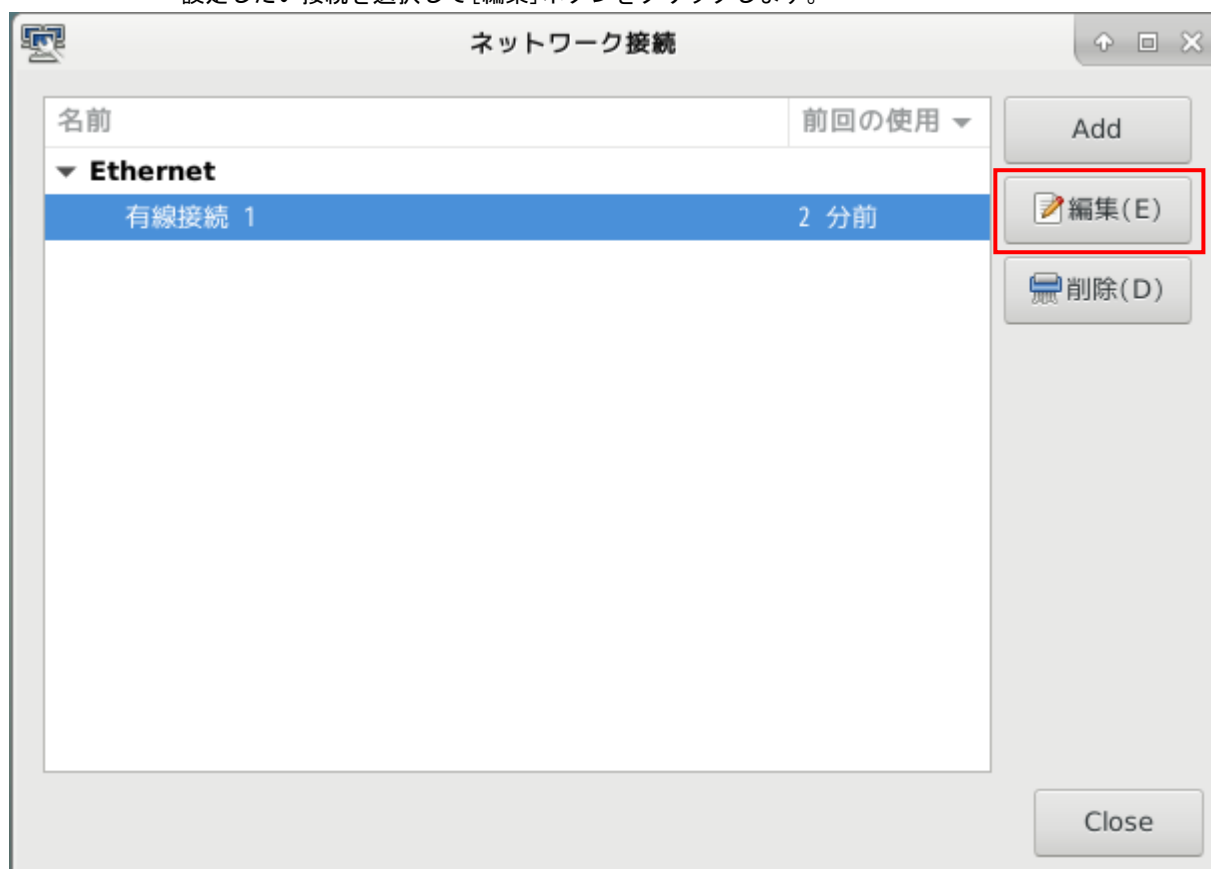

図 2-4-2. ネットワーク設定画面
- ② 図2-4-2のようなネットワーク設定画面が起動します。認識しているLANの一覧が表示されています。設定したい接続を選択して[編集]ボタンをクリックします。